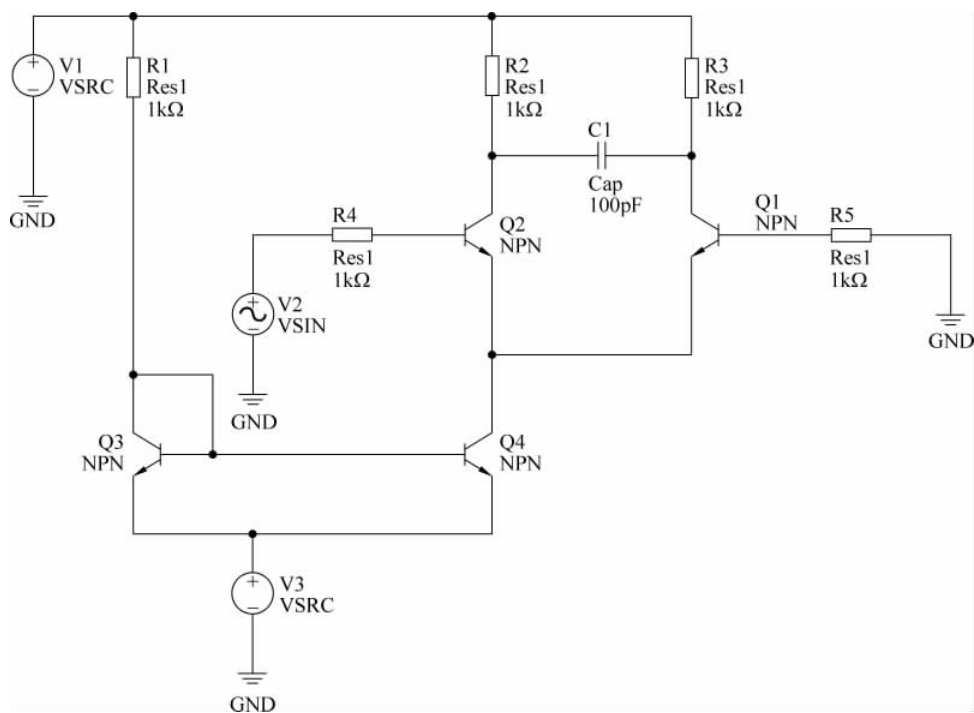

图 3-66 为电路元件和信号源分配唯一的标识符
(5) 按照前面所介绍的为元器件分配标识符的方法,为电路中的元件和信号源分配唯一的标识符。图 3-66 给出分配完标识符后的原理图界面。